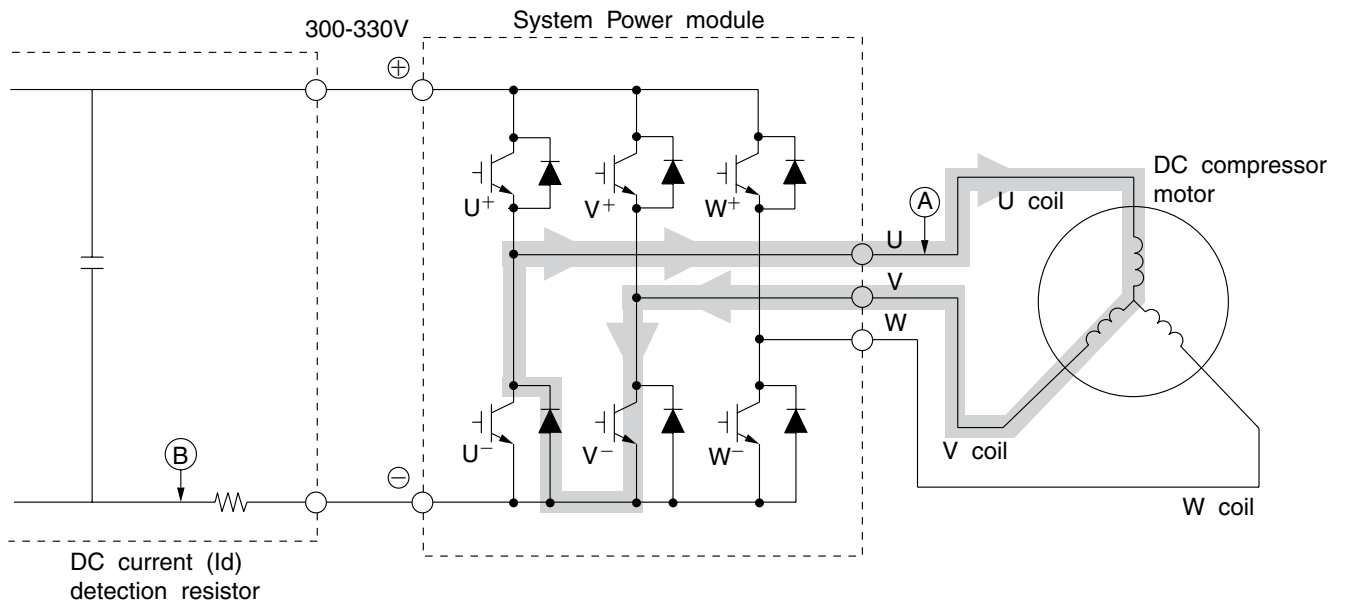

Fig. 3-4 System Power module circuit (U^+ is OFF, V^- is ON)
- (1) Quand le transistor U+ est OFF : (par induction de la bobine du moteur) Bobine U → Bobine V → transistor V- → diode de retour → point ⑧ (Fig. 3-4)